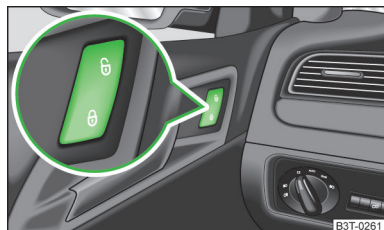

Fig. 35
Si el vehículo no se bloqueó desde fuera, se puede desbloquear y bloquear con la tecla basculante en la palanca de apertura de la puerta del conductor o acompañante » fig. 35, incluso sin estar conectado el encendido. Mientras una puerta esté abierta, el vehículo no se puede bloquear.
► Pulse la tecla de la tecla  » fig. 35.